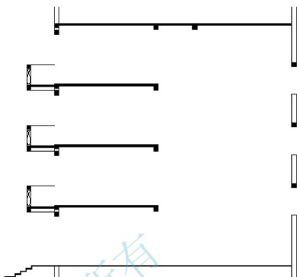

图 4.98 绘制楼梯间窗洞口
⑤ 用【阵列】命令生成二层和三层休息平台的窗洞口线及过梁，参数设为 3 行、1 列、行偏移距离 3300mm。然后用【修剪】命令修剪出窗洞口，结果如图 4.98 所示。